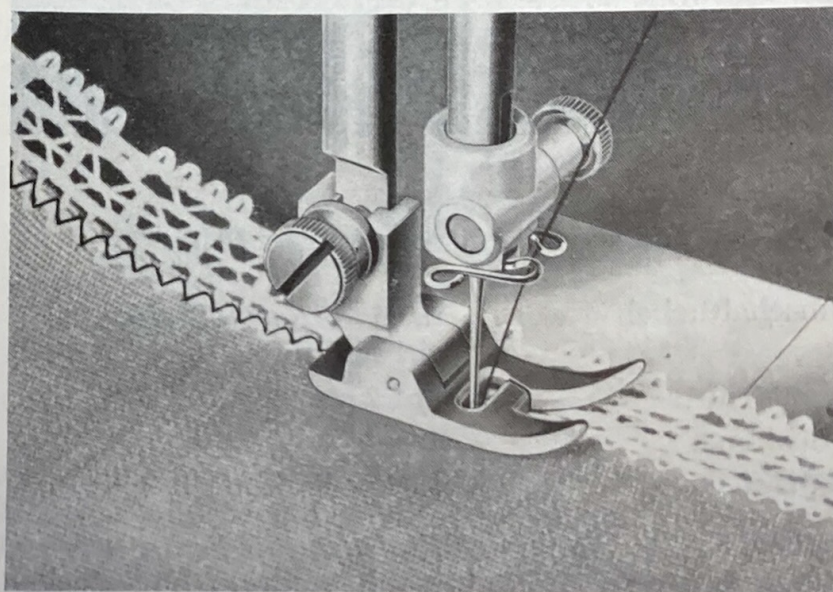

Abb. 39
a) An- und Einsetzen von Spitze an Wäsche (Abb. 39)